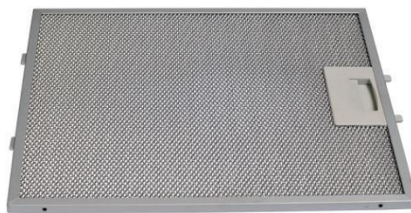

Рис. 2
2. Снимите алюминиевый жирособиравший фильтр (рис. 2).
7. Установите жирособиравший фильтр (рис. 2).